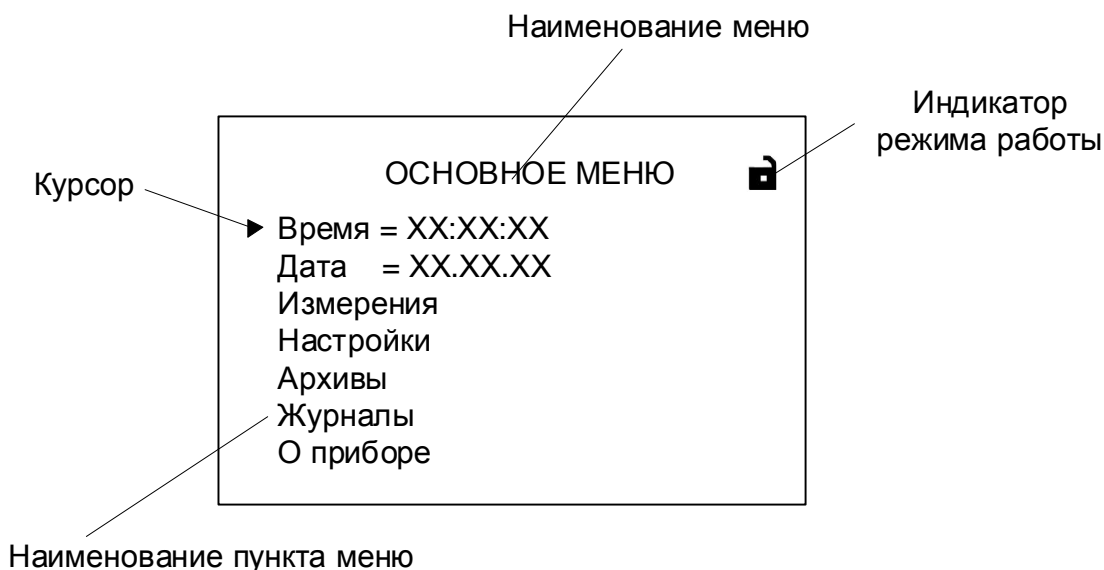

Рисунок 16 - Вид основного меню расходомера.
- 4.1.3 Окно индикации меню (рисунок 16) содержит: